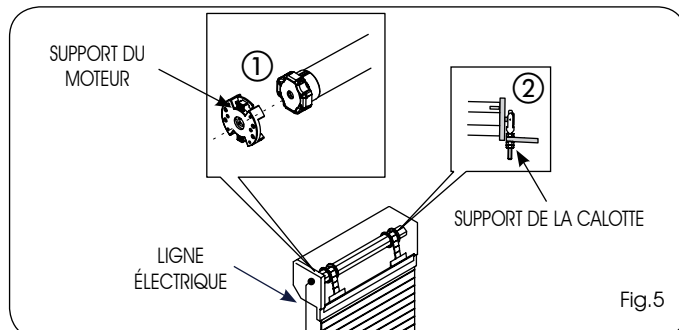

Fig.5
- 5) Introduire le rouleau motorisé, en exerçant une légère pression dans le support du moteur (Fig.5 réf.①), et sur le support de la calotte (Fig.5 réf.②), de manière à ce que les vis de réglage de fin de course soient accessibles.